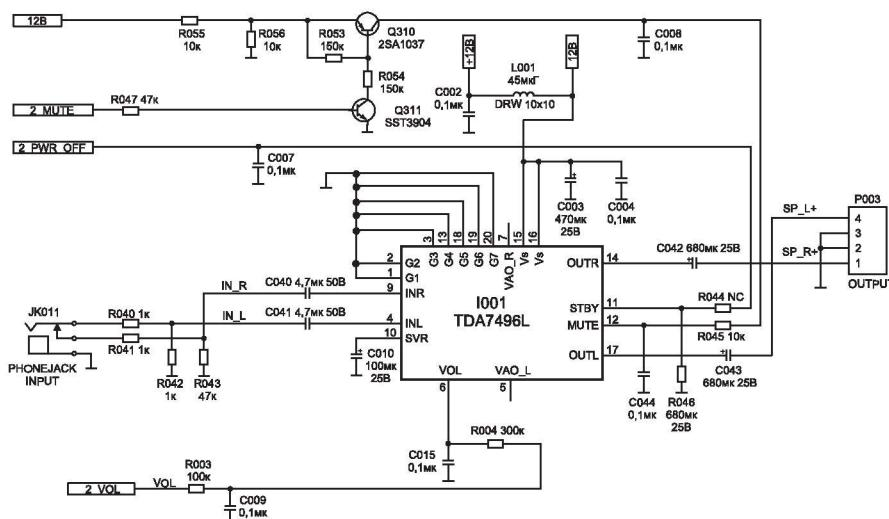

Рис. 5.8. Усилитель звуковой частоты
- выв. 40, сигнал VOL, для регулировки громкости (сигнал через интегрирующую цепь подается на выв. 6 усилителя звукового сигнала I001, см. рис. 5.8);
Конструктивно элементы звукового тракта размещены на главной плате. Основа тракта — микросхема I001 типа TDA7496L (рис. 5.8) — двухканальный усилитель звуковой частоты с аналоговым управлением, входами блокировки звука и дежурного режима, и защищой от короткого замыкания на выходах и от перегрева. Микросхема работает в диапазоне питающих напряжений 10...18 В. При напряжении 12 В на нагрузке 8 Ом она развивает мощность 2 Вт в каждом канале. Коэффициент усиления по напряжению составляет 30 дБ (THD=10%), ток покоя микросхемы (при отсутствии сигнала) составляет 25 мА, а в дежурном режиме ( $U_{STBY} = U_{MUTE} = 5$  В) — 80 мА.
В начале проверяют наличие входных звуковых сигналов — напряжения звуковой частоты размахом 0,25...0,5 В на контактах разъема JK011 (рис. 5.8). Чтобы быстро убедиться в рабо-